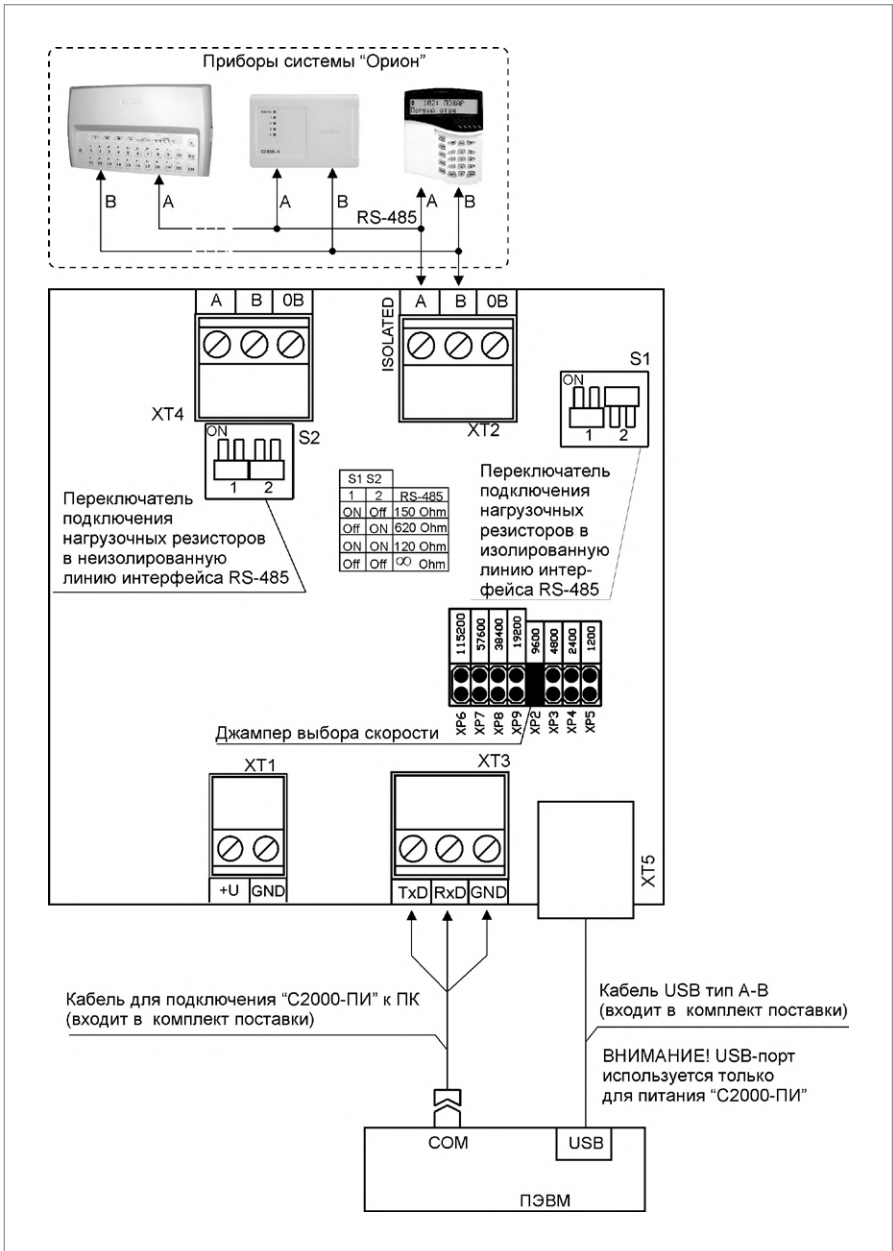

Рисунок 3. Схема внешних соединений «С2000-ПИ» в режиме преобразователя интерфейсов RS-232/RS-485
1.3. Подключите преобразователь в соответствии с проектной документацией и схемой на Рисунок 3.
- в режиме преобразователя интерфейсов RS-232/RS-485 (см. Рисунок 3.),
2.1. Подайте напряжение питания на преобразователь и измерьте его значение мультиметром на клеммах «+U» и «GND» (при подключении по схеме на Рисунок 3).